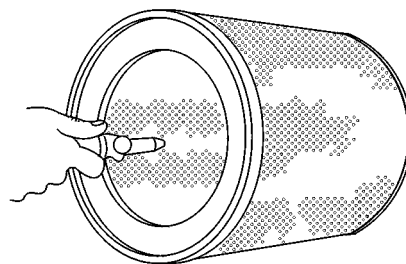

FIGURA 5-4. LIMPIEZA DEL ELEMENTO DE FILTRO CON AIRE COMPRIMIDO
2. Como se muestra en la Figura 5-4, dirija el flujo de aire desde la boquilla hacia el interior del elemento de filtro. Este es el lado de aire limpio del elemento y el flujo de aire debe ser opuesto al flujo de aire normal.